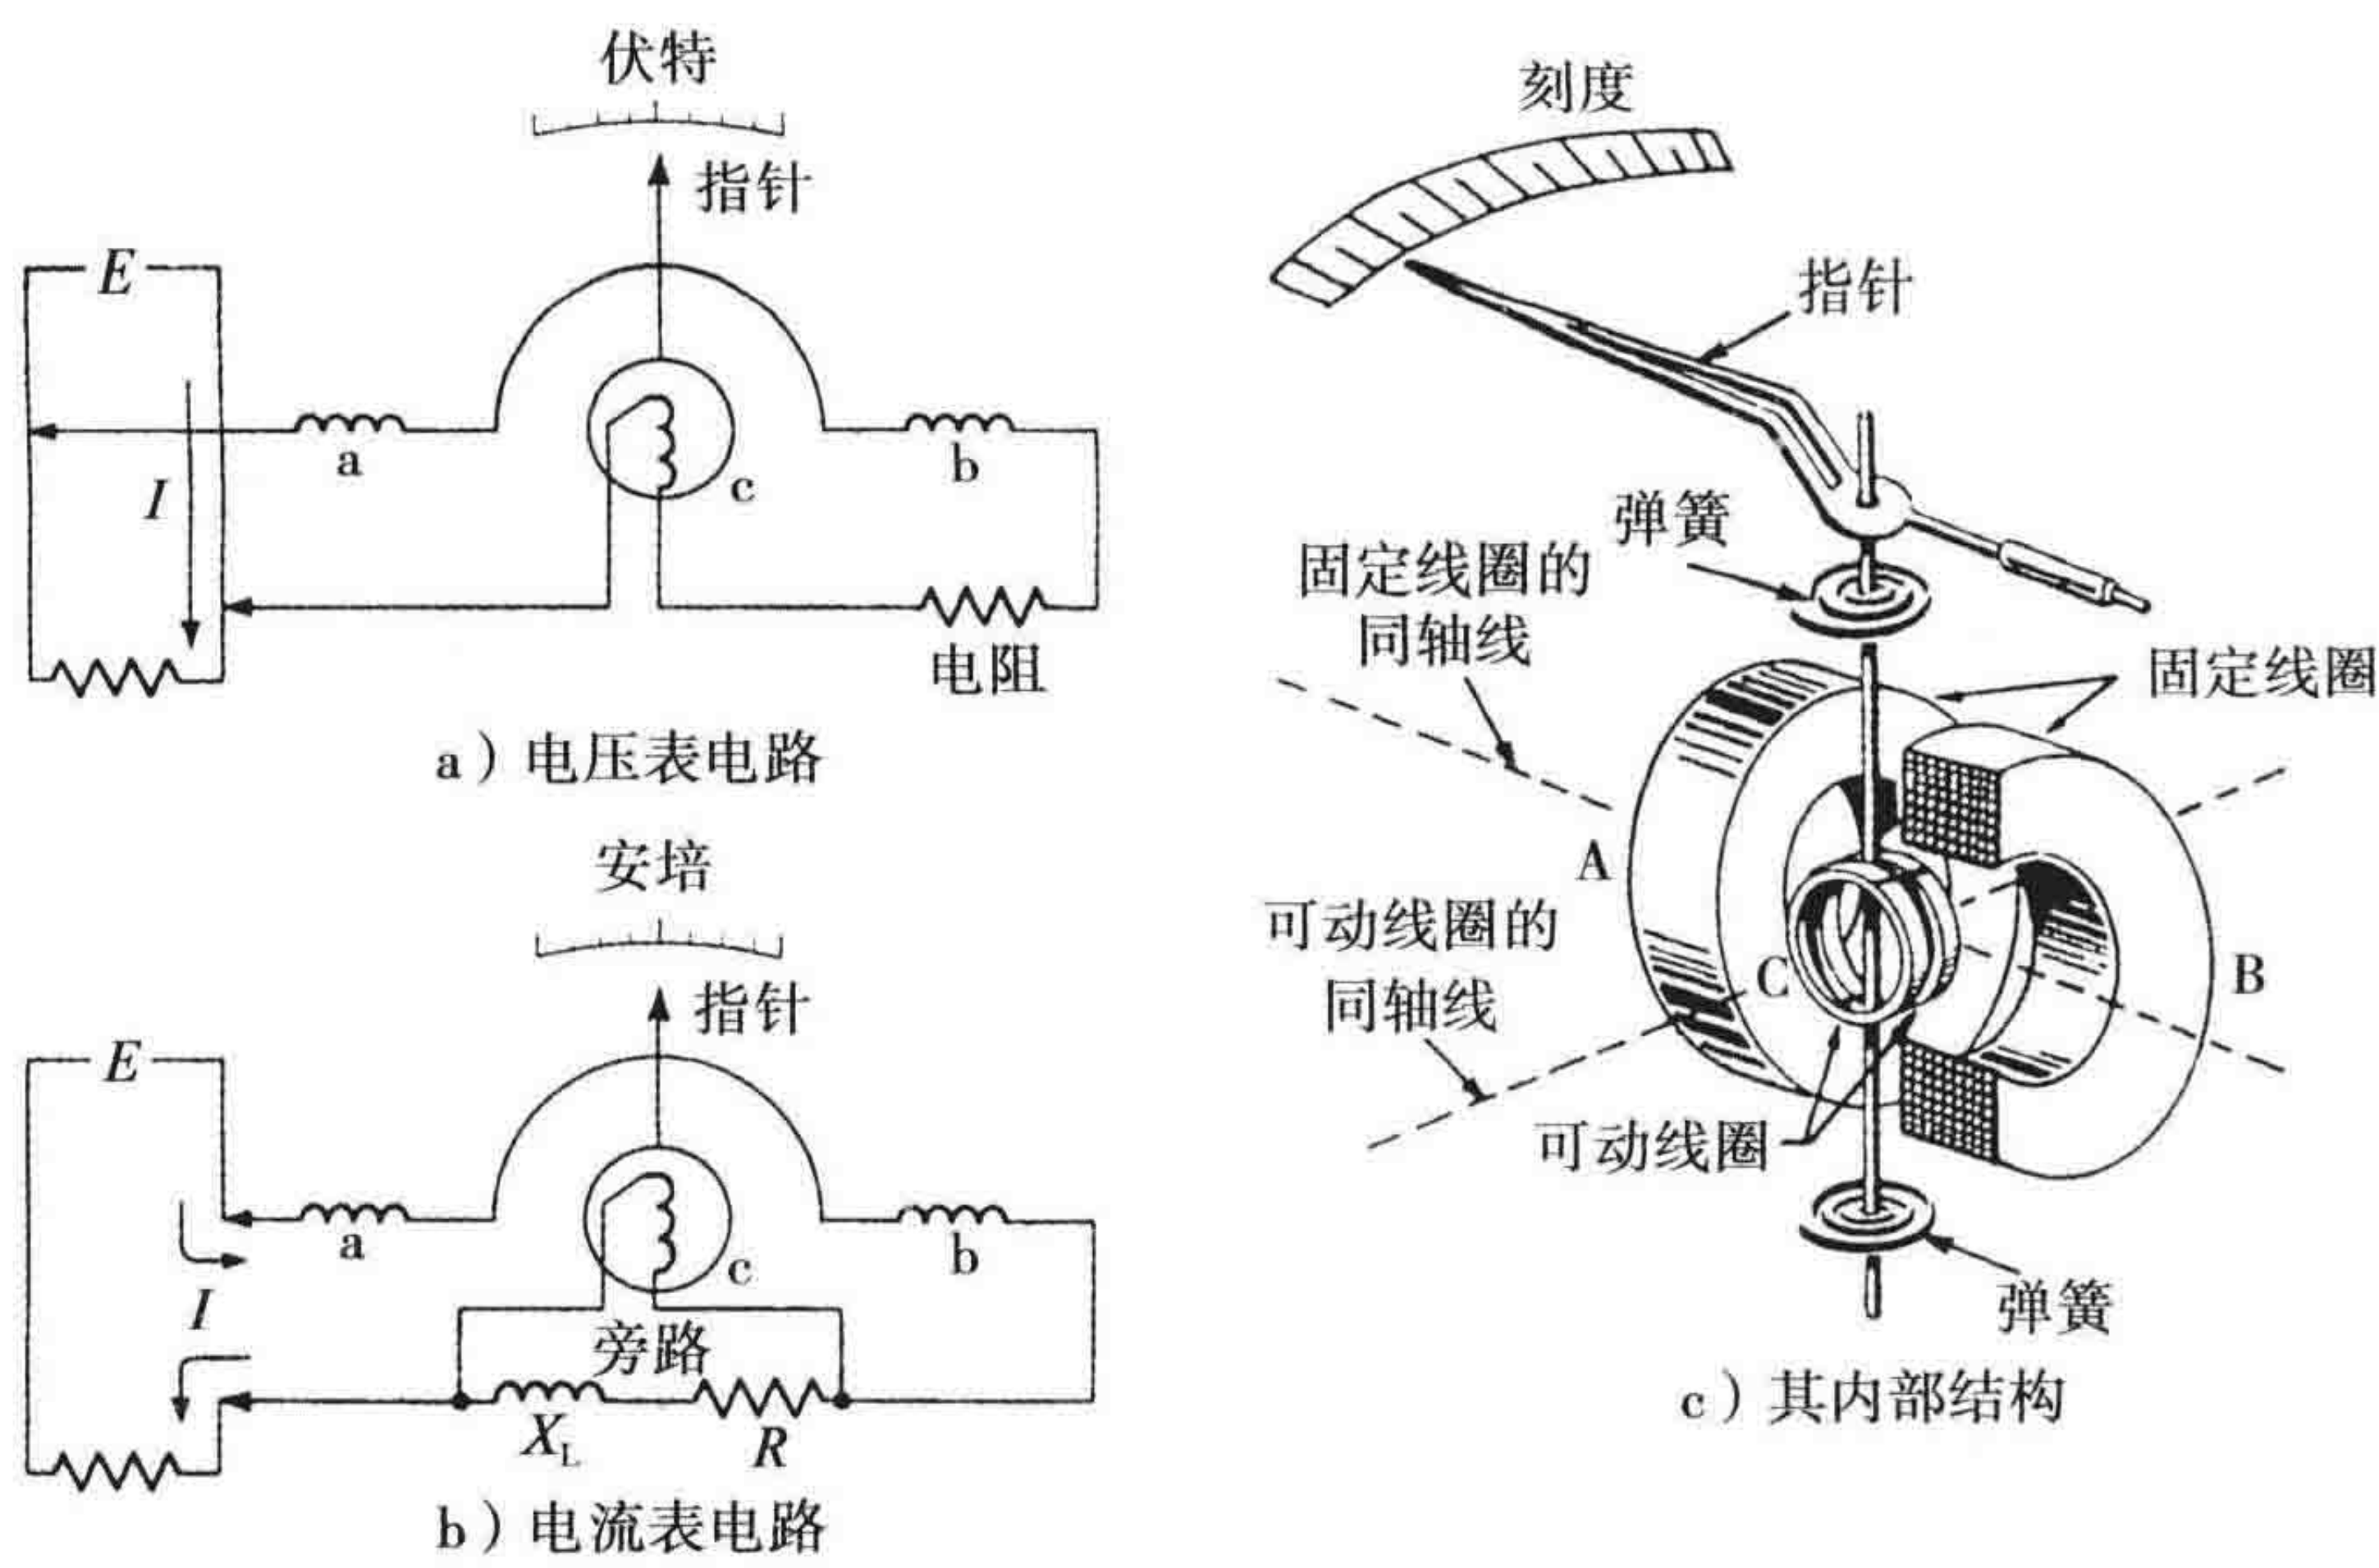

图 I-29 电动式仪表
- **电动式仪表** 电动式仪表没有使用永久磁铁。通过两个固定线圈可以产生磁场，它还使用了两个可动线圈。这种仪表可以当作电压表或者电流表来使用（见图 I-29）。它没有达松伐尔仪表测量机构灵敏。